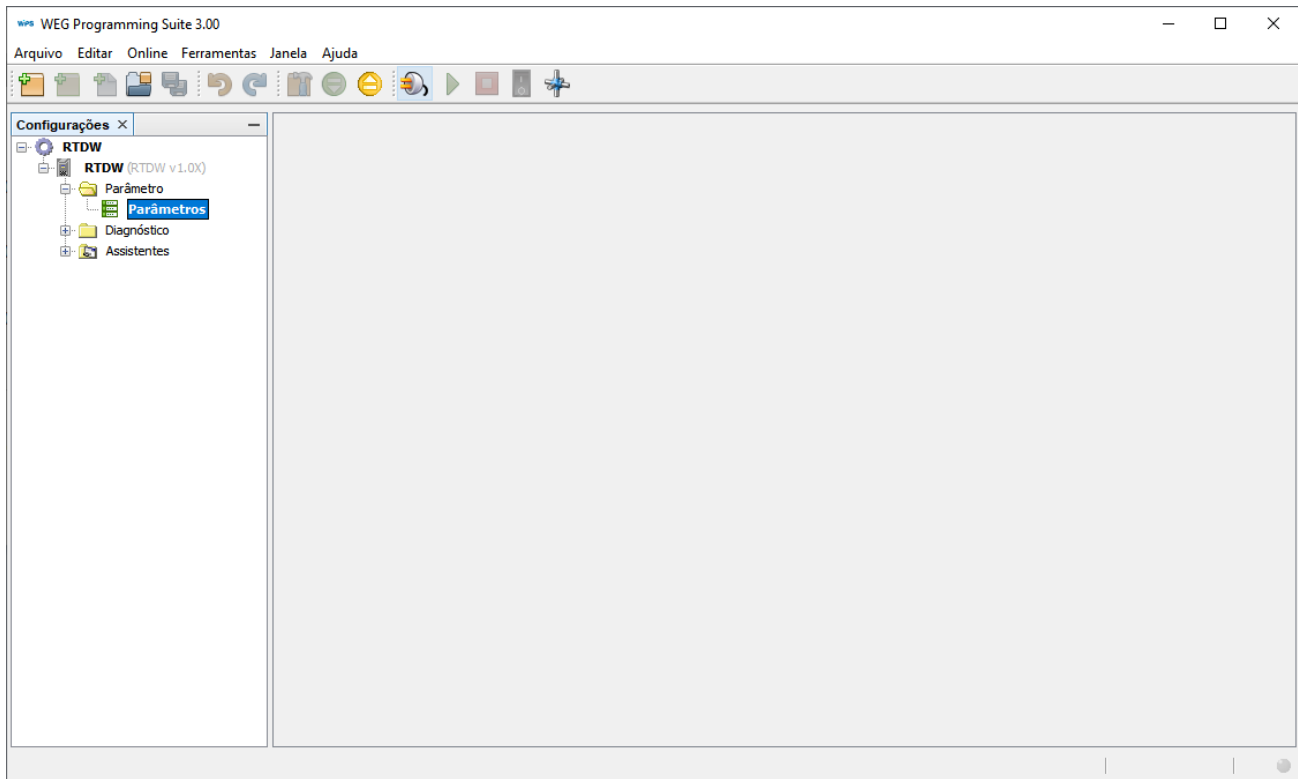

Figura 6.41: Configurações disponíveis
- Na aba “Configurações” na lateral esquerda da tela, clique e abra a pasta “Parâmetros” conforme mostra a Figura 6.41 na página 6-45.